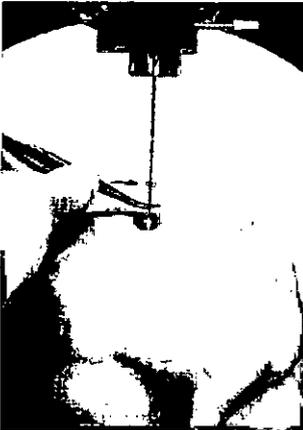

Figura 55
25. Sujete con la punta suave, con las pinzas recubiertas de goma o utilice el dispositivo de bloqueo de guía. (Ver Figura 55)